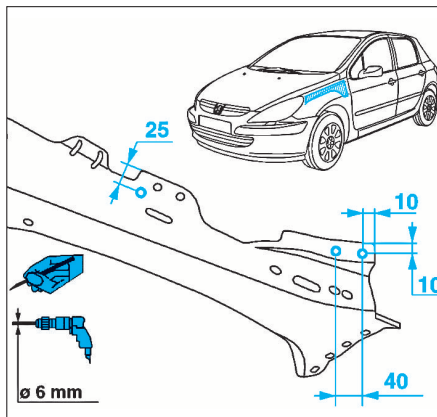

FIG. 33
- Tracer et percer le renfort côté d'habitacle assemblé selon (Fig.33).